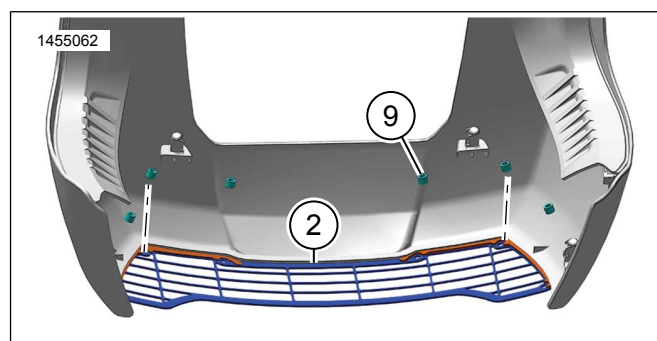

Figure 6.
5. Voir la figure 6. Placer les entretoises (9) sur la grille.